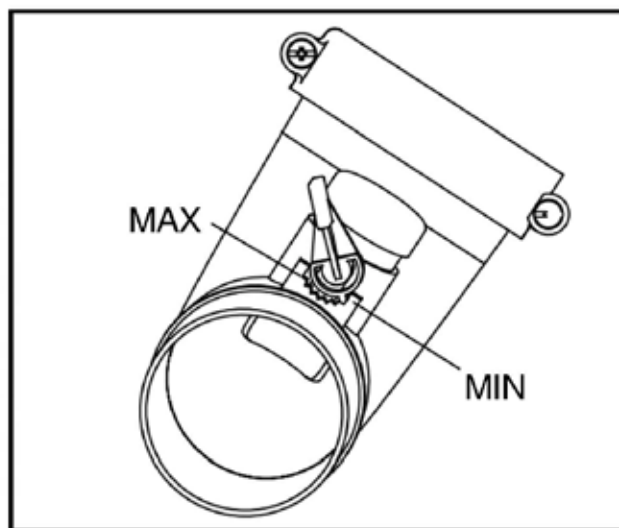

FIGURA 5
3. Flujo de polvo: para ajustar el flujo de polvo, mueva la palanca hacia la izquierda. Mueve la palanca a la derecha para reducir el flujo de polvo. Ver figura 5.